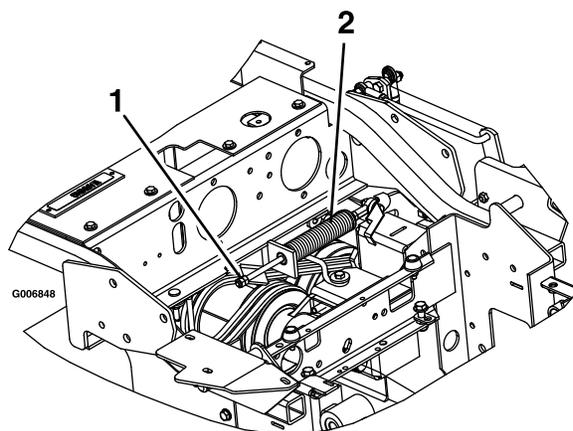

Figure 65
- Localisez le ressort de frein et vissez les 2 écrous de blocage au bout de la tige du ressort (Figure 65).